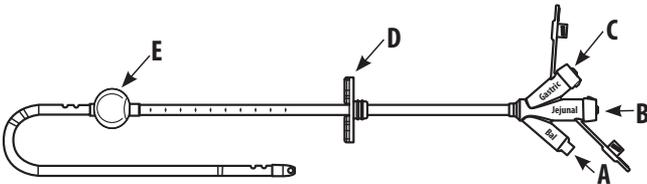

Fig. 2
5. Vérifier que le trocart (fig. 2-B) est inséré à travers la gaine en plastique bleu (fig. 2-A).
1. Bien lubrifier la lumière de la canule fendue blanche (fig. 2-C).